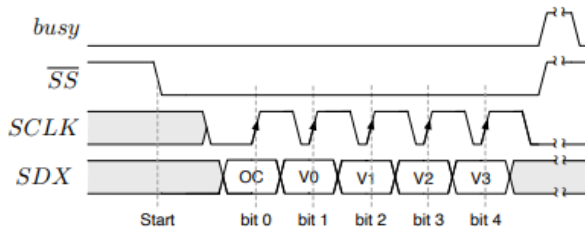

Figura 2 – Protocolo de comunicação do *Serial Door Controller*
O *SDC* recebe em série uma mensagem constituída por cinco bits de informação. A comunicação com o *SDC* realiza-se segundo o protocolo ilustrado na Figura 2, tendo como primeiro bit de informação, o bit *OpenClose* (OC) que indica se o comando é para abrir ou fechar a porta. Os restantes bits contêm a informação da velocidade de abertura ou fecho. O *SDC* indica que está disponível para a receção de uma nova trama após ter processado a trama anterior, colocando o busy no nível lógico “0”.
Inicialmente a máquina encontra-se no estado **WAIT**, em que se limpa o valor do contador e se espera para que o *LCD* seja selecionado. Quando é selecionado o serial receiver do *LCD* através de *enRX*, a máquina passa para o estado **WRITE** em que ativa o *Shift Register* através do sinal *wr* enquanto não são enviados os 5 bits de informação (Figura 2). Assim que são enviados os cinco bits de informação, a máquina desativa o sinal *wr* e espera para que o *LCD* deixe de ser selecionado através de *enRX* para sinalizar que tem dados a enviar ao *LCD Dispatcher*. Se forem enviados bits de informação insuficientes ou a mais, então a máquina de estados invalida a trama quando o *LCD* deixa de ser selecionado e volta para o estado **WAIT**. Caso seja enviada uma trama válida a máquina passa para o estado **VAL**. Neste estado, envia o sinal *DXval* para o *LCD Dispatcher*, para indicar que tem dados a enviar. Quando o sinal *accept* é enviado pelo *LCD Dispatcher* a indicar que a trama foi aceite, pode ser iniciado um novo ciclo de escrita e a máquina volta para o estado **WAIT**.
dados um a um através de `HAL.writeBits()` de acordo com a Figura 2, sendo que para cada um deles é chamada a função `clkPulse()`.